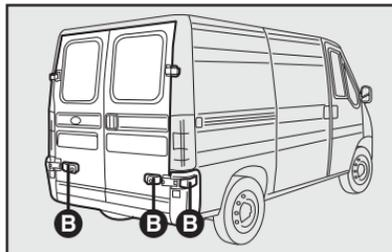

fig. 70
- abrir totalmente a porta, fazendo-a apoiar sobre a lateral; os batentes magnéticos **B-fig. 70**, ao entrarem em contato, fazem com que a porta se mantenha aberta.